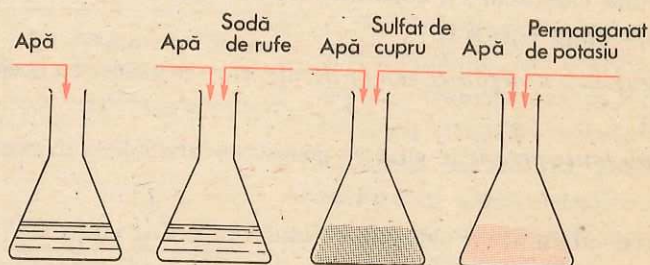

Fig. 1.8. Prin amestecare s-au modificat proprietățile fizice ale substanțelor
1. Se introduc, în patru pahare Erlenmeyer, cantități egale de apă. Se păstrează un pahar drept martor, se dizolvă sodă de rufe în cel de-al doilea, sulfat de cupru în cel de-al treilea și permanganat de potasiu în cel de-al patrulea (fig. 1.8).